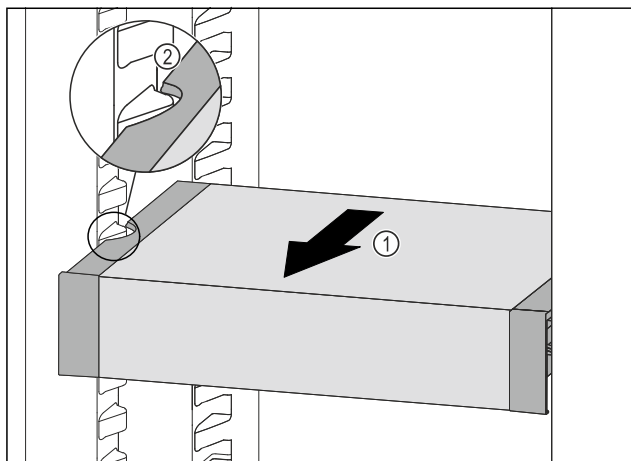

Fig. 83
- ▶ Вытягивайте VarioSafe вперед Fig. 83 (1), пока боковые выемки VarioSafe не окажутся на высоте выступа резервуара в холодильном отделении. Fig. 83 (2)